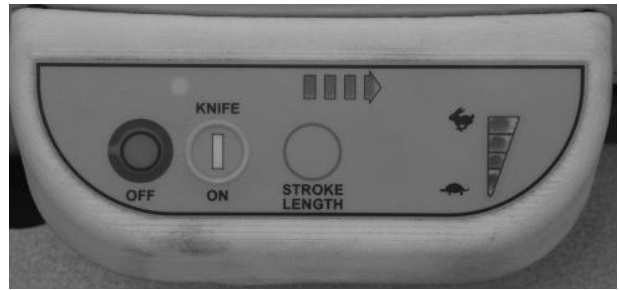

图 5
- 按**KNIFE ON**按钮（图5）启动切片机。
- 切片时使用物料托盘把手（图1）前后移动物料托盘。操作结束时，将物料托盘拉至距离操作者最近位置。顺时针拧紧指示旋钮、合上刻度板以停止设备。或按**OFF**按钮（图5）停止设备。
- 选择物料托盘移动速度。按兔子标志（图5）提高速度，按乌龟标志（图5）降低速度，速度指示灯位于标志右侧。可随时调节速度。
- 选择物料托盘前后移动行程，按行程长度按钮（图5）锁定行程长度。按钮上方指示灯显示长度，亮灯数量越多长度越长。可随时调节长度。
- 操作结束时，顺时针拧紧指示旋钮、合上刻度板以停止设备。或按**KNIFE ON**按钮（图5）停止设备。物料托盘返回起始位置。